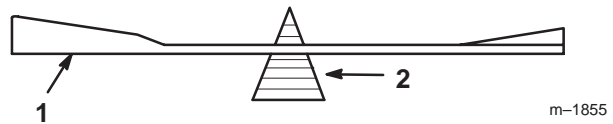
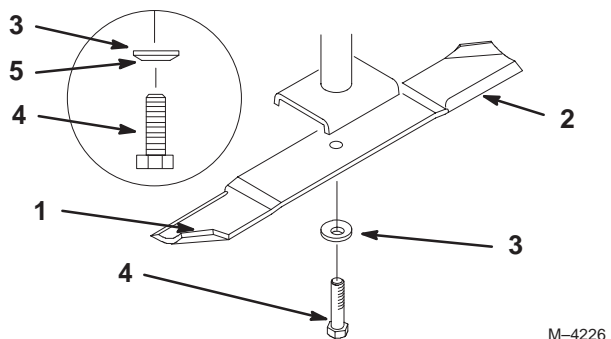

Figure 31
Figure 32
1. Tenez la lame à son extrémité avec un chiffon ou un gant épais. Retirez le boulon, la rondelle élastique et la lame de l'axe de la lame (Fig. 32).
2. Vérifiez l'équilibre de la lame en la plaçant sur un équilibreur (Fig. 31). Si la lame reste horizontale, elle est équilibrée et peut être utilisée. Si la lame est déséquilibrée, limez un peu l'extrémité de la partie incurvée seulement (Fig. 32). Répétez la procédure jusqu'à ce que la lame soit équilibrée.
1. Placez la lame sur l'axe (Fig. 32).
2. Installez la rondelle élastique et le boulon de la lame (Fig. 32). **Serrez le boulon à 115–150 Nm (85–110 pieds-livres).**